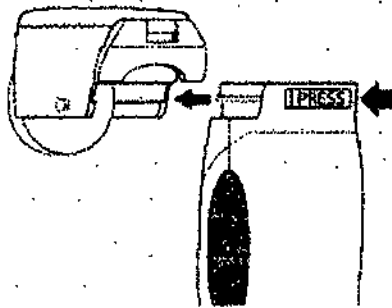

Fig. 13
10. Retire el nebulizador: sostenga la unidad principal con su mano izquierda, presione la tecla PRESS (por encima del enchufe del adaptador) con su pulgar izquierdo según la dirección de la flecha. (ver Fig. 13); sostenga ambos lados del extremo inferior del nebulizador con la mano derecha para sacarlo con suavidad.